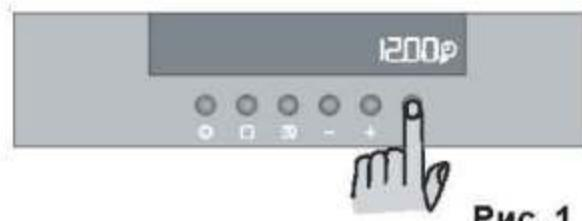

Рис. 1
- Нажмите клавишу и, пока мигает символ (рис.1), с помощью клавиш «-» или «+» (рис. 2) установите текущее время суток. Через 5 секунд после того, как на дисплее появится текущее время суток (рис. 3), символ времени погаснет.